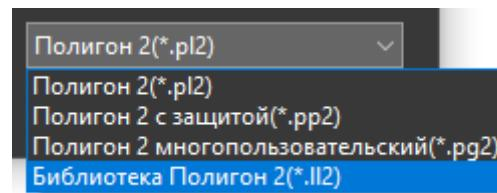

Рисунок 3.2 – Выбор типа файла \*.ll2
4. Выбрать тип файла **Библиотека Полигон 2 (\*.II2)** (см. рисунок 3.2) и нажать **Создать**.